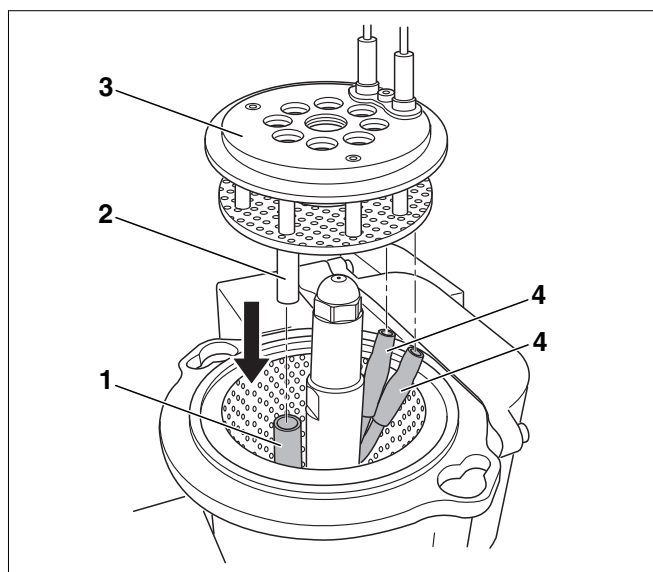

Fig. 49 Montaje del sistema de mezcla
- Coloque de nuevo el sistema de mezcla (fig. 49, **pos. 3**).
- Fije correctamente los cables de encendido (fig. 49, **pos. 4**).
- Introduzca el tubo visor (fig. 49, **pos. 2**) en la tubo de soporte (fig. 49, **pos. 1**).